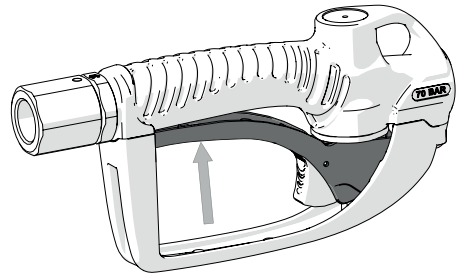

Fig. 1
1. Pull the trigger to its maximum opening (fig. 1).
1. Accione el gatillo hasta su máxima apertura (fig. 1).